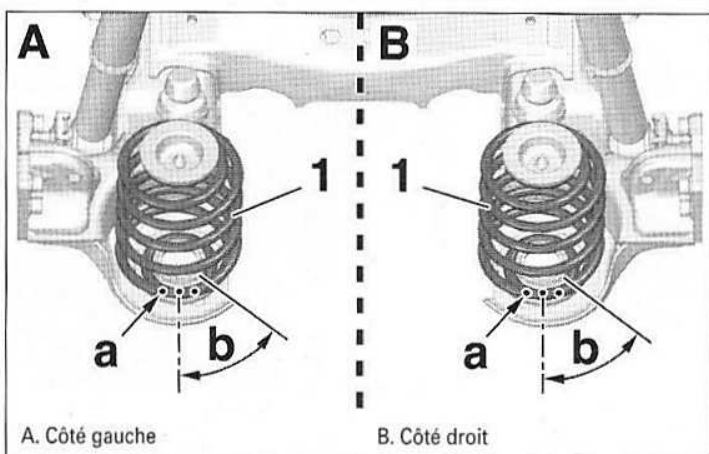

FIG.38
- Placer les repères de couleur (a) du ressort (1) vers le bas et vers l'arrière (Fig.38).